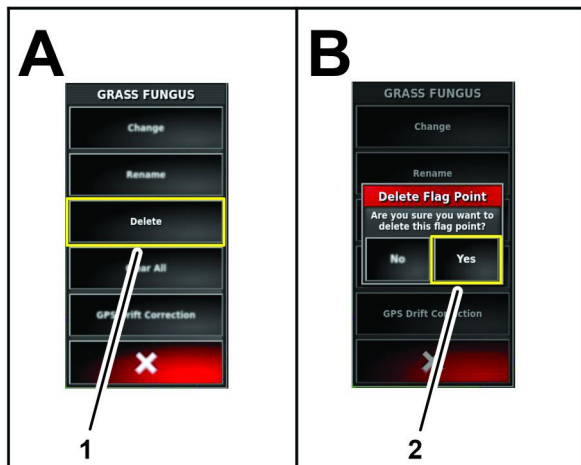

Figura 85
1. Nel menu Modifica segnalazione, premete l'icona ELIMINA (Figura 85).
2. Nella finestra di dialogo Elimina punto di segnalazione, premete l'icona Sì (Figura 85).